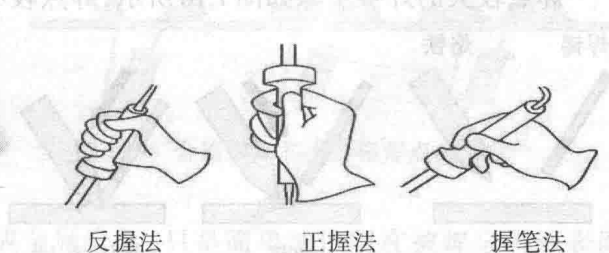

图 1.12 电烙铁的握法
(1) 电烙铁的握法(见图1.12)。
①反握法:适用于大功率电烙铁,焊接散热量大的被焊件。
②正握法:适用于较大的电烙铁
③握笔法:适用于小功率电烙铁,焊接散热量小的被焊件,如焊接台式机主板、笔记本主板、手机板、MP3的印制电路板及其维修。